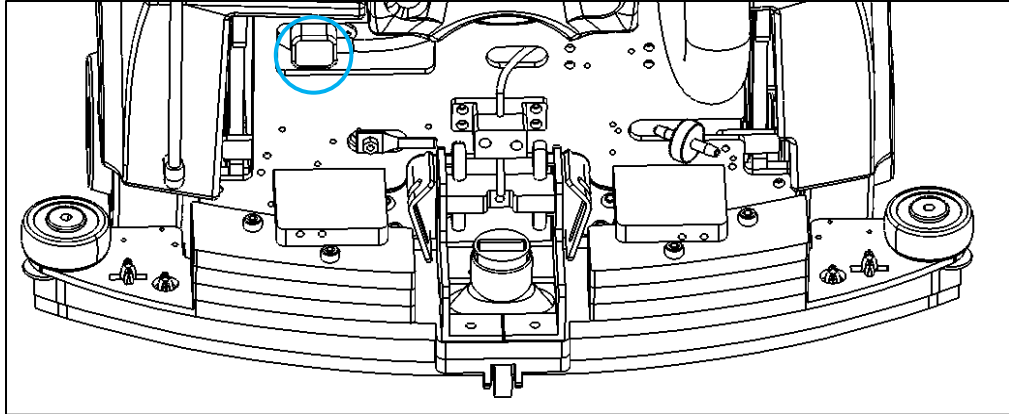

Fig. 1
1. Trek de voedingskabel uit de batterijpoort (Fig. 1 uitgelicht).